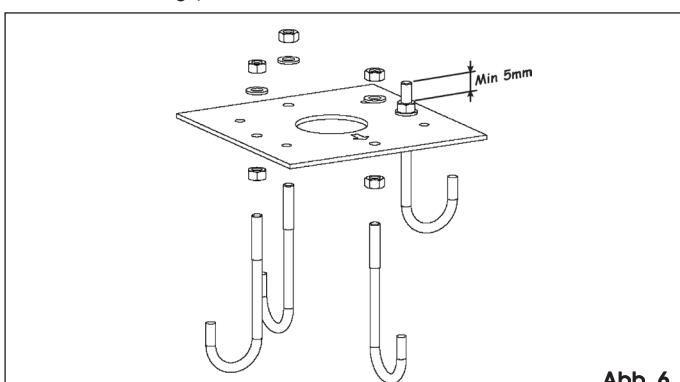

Abb. 6
- Die Gründungsplatte laut Abb. 6 montieren.